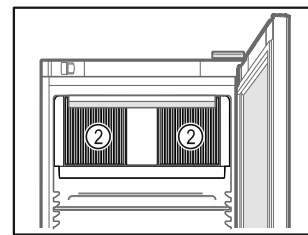

Fig. 56
- Oslobodite ventilacijske proreze Fig. 56 (2) za ventilator optočnog zraka u unutrašnjosti.